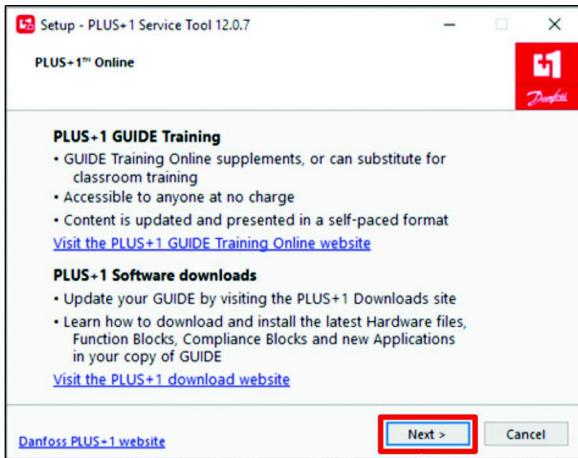

Figura 24
6. En el cuadro de diálogo Plus+1 Online, haga clic en el botón SIGUIENTE(Figura 24).